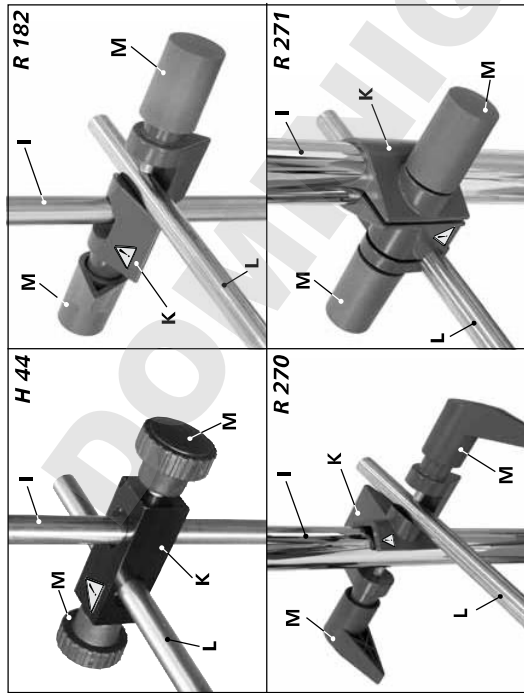

Fig. 1
- Kreuzmuffe (**K**, siehe **Fig. 1**) an Stativsäule (**I**, siehe **Fig. 1**) befestigen; freie Kreuzmuffenseite muss nach oben zeigen (**R 182 / R 270**)!
- Ausleger des Laborgerätes (**L**, siehe **Fig. 1**) befestigen.
- In gewünschter Positionierung des Laborgerätes beide Dreingriffe (**M**, siehe **Fig. 1**) nacheinander kräftig, handfest anziehen.
- Attach cross sleeve (**K**, see **Fig. 1**) to stand (**I**, see **Fig. 1**); open side of cross sleeve must face up (**R 182 / R 270**)!
- Mount laboratory device extension arm (**L**, see **Fig. 1**).
- When laboratory device is in desired position, firmly finger-tighten both turning handles (**M**, see **Fig. 1**) one after another.
- Fixer la noix de serrage (**K**, voir **Fig. 1**) sur la colonne du statif (**I**, voir **Fig. 1**); le côté libre du manchon en croix doit être tourné vers le haut (**R 182 / R 270**)!
- Fixer la console de l'appareil de laboratoire (**L**, voir **Fig. 1**).
- Lorsque l'appareil de laboratoire est positionné comme souhaité, serrer à fond les deux poignées rotatives (**M**, voir **Fig. 1**) l'une après l'autre à la main.